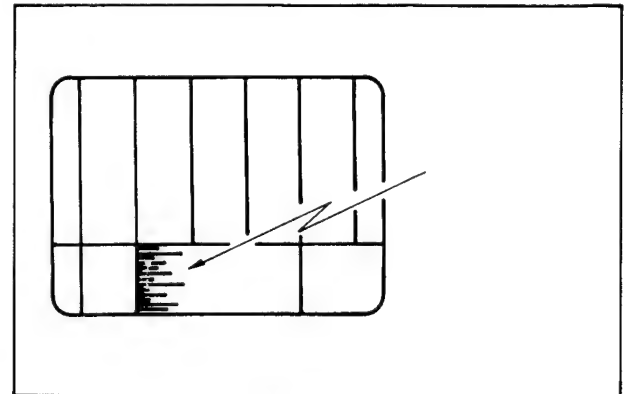

Bild 3-20
4. Mit R 90 Ausreißen auf minimal regeln (Bild 3-20).